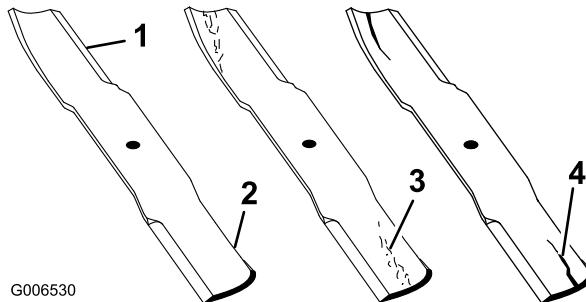

Figura 22
- Examine cuidadosamente los extremos de corte de la cuchilla, sobre todo en el punto de reunión entre la parte plana y la parte curva de la cuchilla (Figura 22). Puesto que la arena y los materiales abrasivos pueden desgastar el metal que conecta las partes curva y plana de la cuchilla, compruebe la cuchilla antes de utilizar la máquina. Si observa señales de desgaste (Figura 22), cambie la cuchilla; consulte Cómo retirar la cuchilla.
Si se permite que la cuchilla se desgaste, se formará una hendidura entre la vela y la parte plana de la cuchilla (Figura 22). Con el tiempo, una parte de la cuchilla podría desprenderse y salir lanzada desde debajo de la carcasa, posiblemente causando lesiones graves a usted o a otra persona.